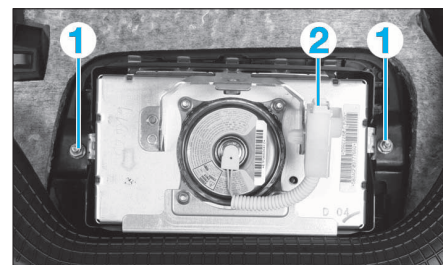

FIG. 8
• Déposer les vis de fixation (1) de l'airbag puis le déposer (fig. 8).